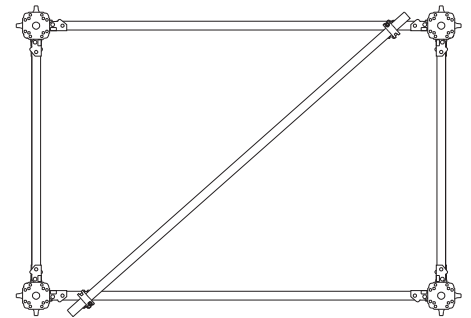

Fig. 30
- Para torres con alturas > 7,0 m, conectar una diagonal en planta con grapas giratorias a los bastidores MRK a media altura de la torre para mantener la forma de la sección. (Fig. 30)